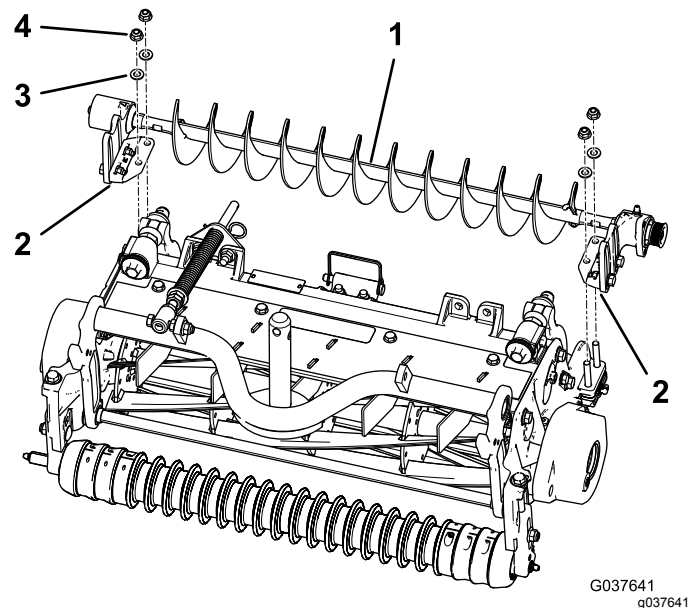

Bild 9
4. Setzen Sie die linke oder rechte Befestigungshalterung der Rollenbürste auf die Schrauben der Rollenhalterung (**Bild 9**).